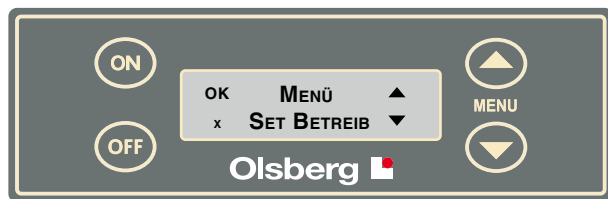

Fig. 7.6.1
Zum Zugang zum **MENÜ SET BETRIEB** (siehe Abb. 7.6.1); die Taste "ON" und zur Bestätigung "ok" drücken.
Pour accéder au **MENU SET TRAVAIL** représenté à la (Fig. 7.6.1), appuyer sur la touche "**ON**" et valider à l'aide de la commande "**ok**".
To access the **MENU SET WORK** shown in (Fig. 7.6.1) press "**ON**" to confirm the "**ok**" command.
- 1) Am Display das „MENÜ SET BETRIEB“ Abb. 7.6.1 anzeigen,
- 1) visualiser sur le moniteur "**MENU SET TRAVAIL**" (fig. 7.6.1).
- 1) Display the "**MENU SET WORK**" (Fig. 7.6.1)